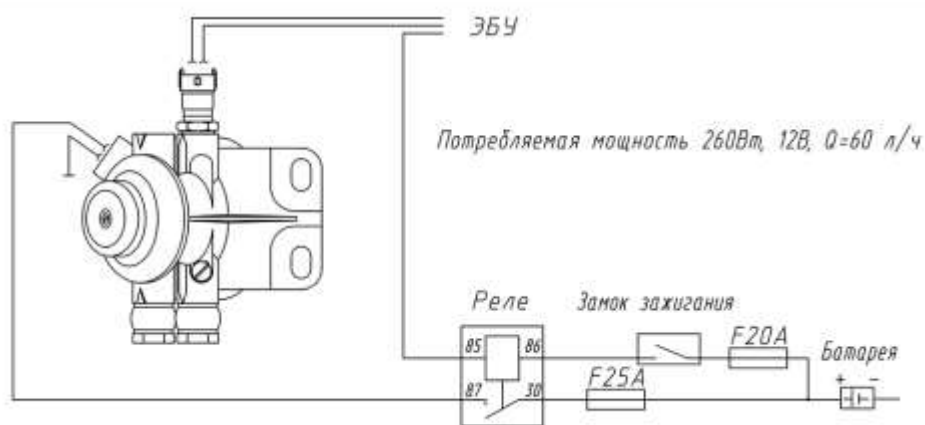

Рис. 63. Фильтр тонкой очистки топлива:
**Фильтр тонкой очистки топлива (ФТОТ)** (рис. 63) имеет важное значение для нормальной и безаварийной работы ТНВД и форсунок. Поскольку плунжер, втулка, нагнетательный клапан и элементы форсунок являются деталями прецизионными, топливный фильтр должен задерживать мельчайшие абразивные частицы размером 3...5 мкм. Важной функцией фильтра является также задержание и отделение воды, содержащейся в топливе.